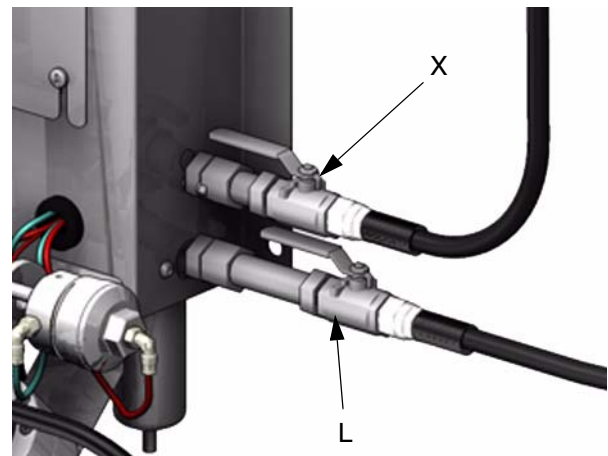

FIG. 8
2. Installare una valvola di intercettazione a spurgo (L) nell'ingresso del filtro dell'aria  sul pannello del fluido Smart. FIG. 8.
4. Installare una valvola di intercettazione a spurgo (X) nell'ingresso della valvola di spurgo dell'aria  sul pannello del fluido Smart. FIG. 8.
5. Collegare una linea di alimentazione dell'aria sulla valvola di intercettazione (X) per fornire aria per la sequenza di spurgo dell'aria e il solvente. Utilizzare un'alimentazione aria pulita e asciutta (installare filtri/essiccanti se necessario).